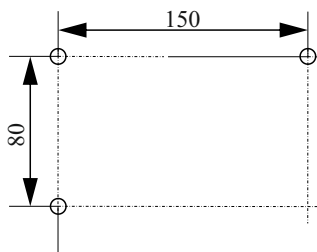

Рисунок 14
5.7 В соответствии с проектом произвести разметку места установки ПУОЗ (рисунок 14), просверлить три отверстия и вставить дюбели под шуруп диаметром 4 мм.